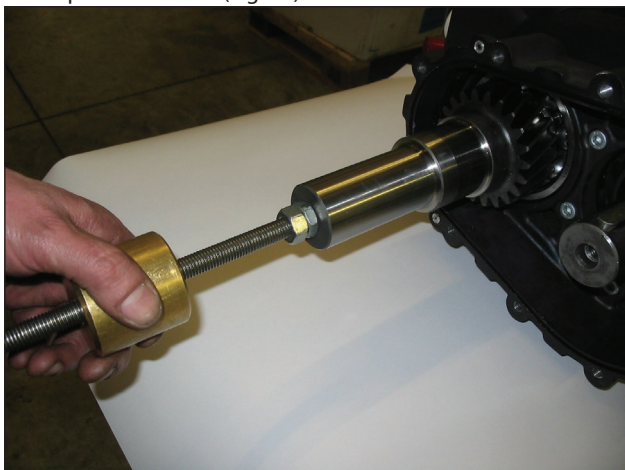

Fig. 20
- Déposer le pignon à l'aide d'un extracteur à inertie à appliquer sur l'orifice M12 (Fig. 20).